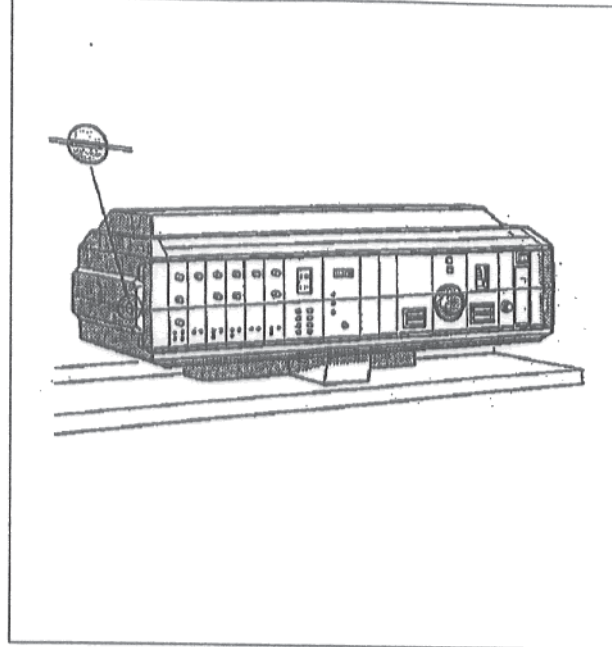

Рис. 1
- Перевести шлиц винта прозрачной крышки устройства регулирования (рис. 1) в горизонтальное положение, например, с помощью монеты. Снять прозрачную крышку, подав ее вперед.
- Шлиц винта прозрачной крышки устройства регулирования (рис.1) установить в горизонтальное положение (например, с помощью монеты). Снять прозрачную крышку, подав ее вперед.